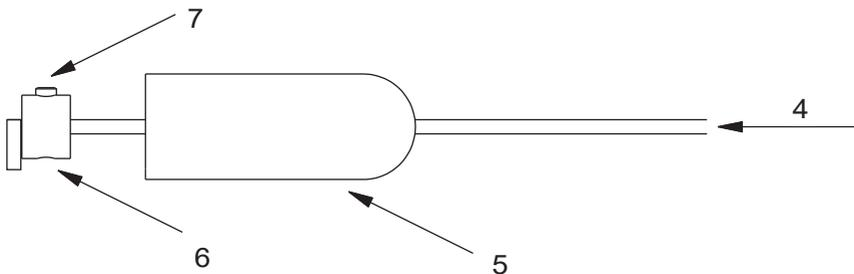

Abb. 21: Befestigung der Schrauben
- » Führen Sie den Tuchstützdraht (4 – Abb. 21) durch die Spanner (5 – Abb. 21) in die Drahtklemmen (6 – Abb. 21). Zur Rutschsicherung legen Sie das Ende des Drahts 90° um. Drehen Sie die Klemmschrauben (7 – Abb. 21) mit einem 2,5 mm Innensechskantschlüssel fest.